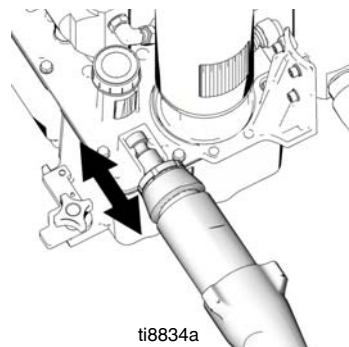

Рис. 20
1. (Рис. 20) При необходимости, поместите шток поршневого насоса в регулировочную отливку и потяните за насос для удлинения штока.